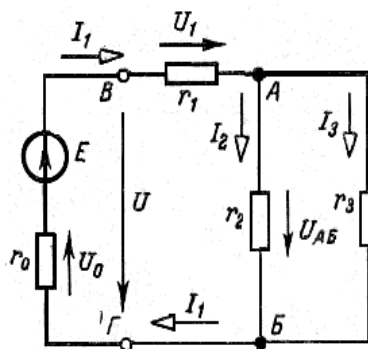

Рисунок 6 – Разветвленная цепь с источником напряжения
Дано: Источник напряжения с э. д. с. $E = 120$ В и внутренним сопротивлением $r_0 = 2$ Ом (рисунок 6) включен в цепь, где $r_1 = 18$ Ом, $r_2 = 100$ Ом, $r_3 = 150$ Ом.
1. Токи цепи. Во всех участках неразветвленной части цепи, образуемой источником э. д. с. и двумя последовательно соединенными сопротивлениями r_1 и r_0 , ток имеет одно значение I_1 (рисунок 6). Этот ток разветвляется в узловой точке A на два тока: I_2 и I_3 . Последние суммируются в узловой точке B и образуют вновь ток I_1 . При этом по первому закону Кирхгофа $I_1 = I_2 + I_3$ что справедливо как для узла A , так и для узла B .